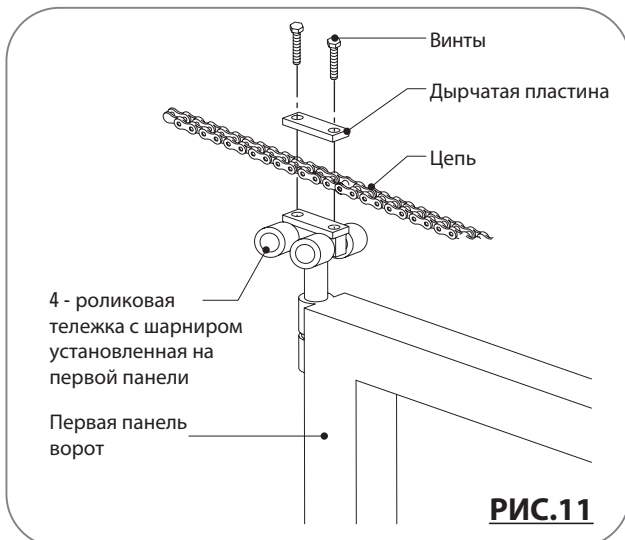

РИС.11
- Прикрепите панели ворот к цепи при помощи **дырчатой пластины** и **двух винтов**, которые вставляются между штифтами цепи и закручиваются к тележке, предварительно зафиксированной к первой закрывающейся панели. (Рис.11).